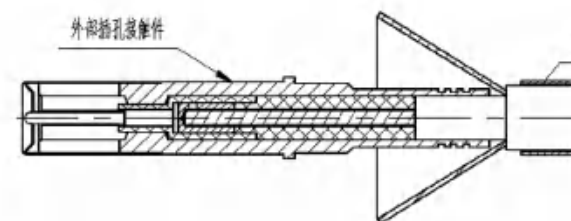

图 4.1-13
⑥按图 4.1-13 将外部插针装在压接好并套上绝缘子的中心孔上, 直至内部接触件和绝缘子完全靠紧。